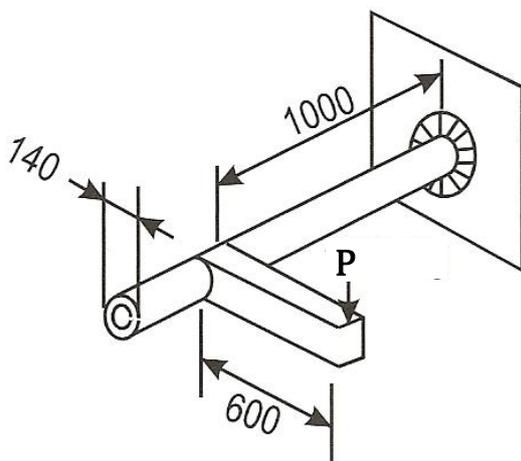

Figura 1.4
**1.2.3** Considere que o tubo representado na Figura 1.4 é fabricado com um aço DIN St-52 e está soldado a uma placa através de um cordão angular contínuo de 6mm. Determine a força máxima  $P$  segundo o Eurocódigo 3.